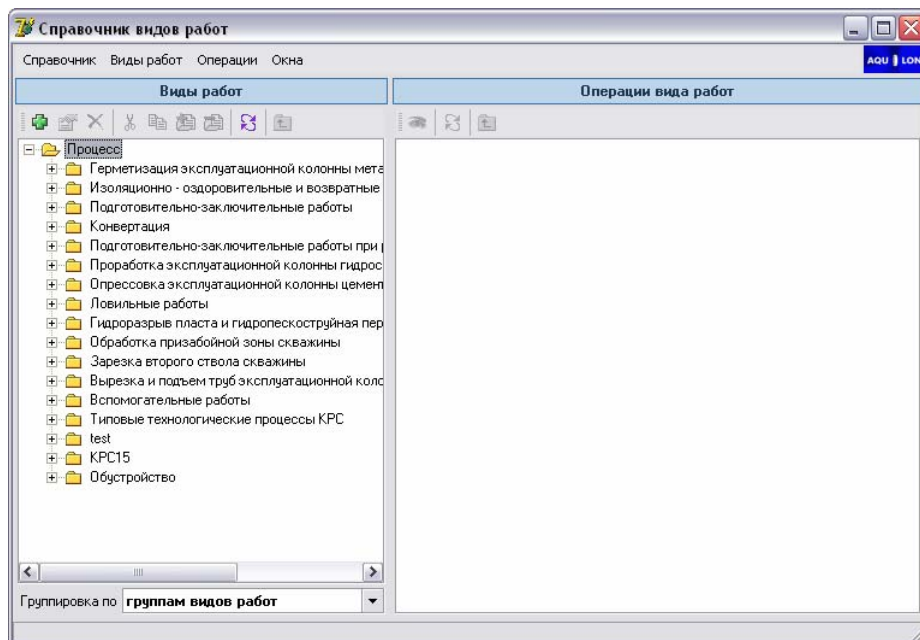

Рисунок 3.2
1. В левой части справочника установите курсор на группу, в которую будет входить вид работ (рис.3.2.).